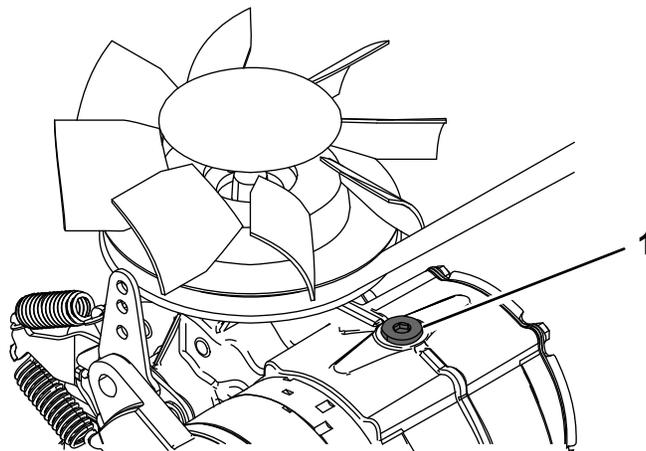

Figura 51
10. Afloje el tapón de ventilación de cada transmisión (Figura 51).